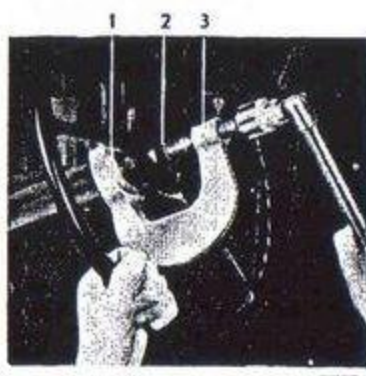

Bild 95. Demontering av ratt.
3. Skruva av rattmuffern (1). Dra av ratteln med avdragarverktyg enligt bild 95.
4. Dra av ratteln med avdragarverktyg enligt bild 95.